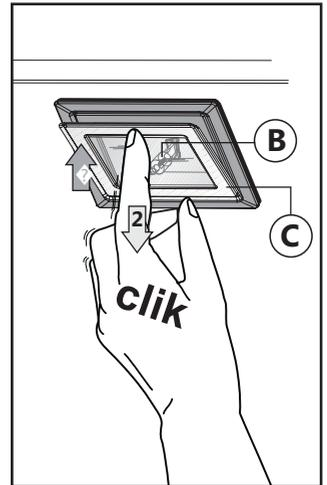

Fig.9
• Substituição das lâmpadas de halogéneo (Fig.9):